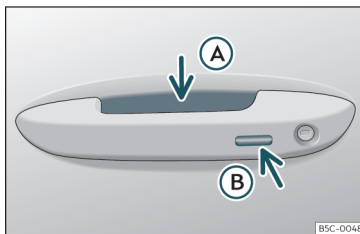

Abb. 77 Türgriff: Sensorflächen
»» Abb. 77
- Umfassen Sie einen der Griffe an den Vordertüren. Dabei wird die Sensorfläche »» **Abb. 77** **A** (Pfeil) im Türgriff berührt und das Fahrzeug entriegelt sich.
- Berühren Sie *einmal* die Verriegelungssensorfläche»» **Abb. 77** **B** (Pfeil) am Griff an einer der Vordertüren. Die Tür, an welcher der Griff betätigt wird, muss geschlossen sein.
»» **Abb. 77** (Pfeil) am Griff an einer der Vordertüren. Das Fahrzeug ist mit der „Safe“
»» **Abb. 77** (Pfeil) am Griff an einer der Vordertüren, um das Fahrzeug zu verriegeln, ohne das Sicherheitssystem „Safe“ zu aktivieren»» Seite 109.
»» **Abb. 77** (Pfeil). Greifen Sie nicht am Türgriff, da sich das Fahrzeug sonst nicht verriegelt. Die Deaktivierung kann auch erfolgen, wenn das Fahrzeug über Fahrertürschloss verriegelt wird.
Um mit der **Komfortfunktion** alle elektrischen Seitenfenster und das Glasdach zu schließen, legen Sie einige Sekunden einen Finger auf den Verriegelungssensorfläche >>> **Abb. 77**  (Pfeil) am Türgriff, bis die Seitenfenster und das Dach geschlossen sind.
Die Sensoren der Türgriffe können durch einen Wasser- oder Hochdruckdampfstrahl aktiviert werden, sofern sich ein gültiger Schlüssel in der Nähe befindet. Ist mindestens eines der elektrisch betriebenen Seitenfenster geöffnet und wird die Sensorfläche >>> **Abb. 77**  (Pfeil) an einem der Tür-
- **ODER:** Berühren Sie *zweimal* die Sensorfläche auf der Außenseite des Türgriffs >>> **Abb. 77** .